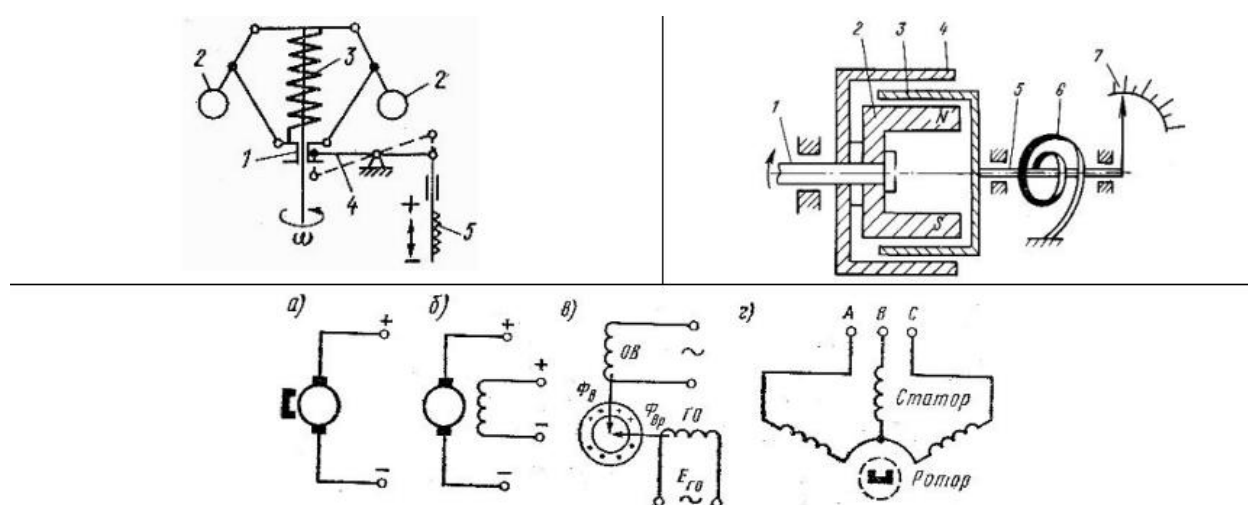

Рис.1
2. Датчики частоты вращения в системах судовой автоматики. Принцип работы датчиков (рис.1). Применение в системах автоматики.